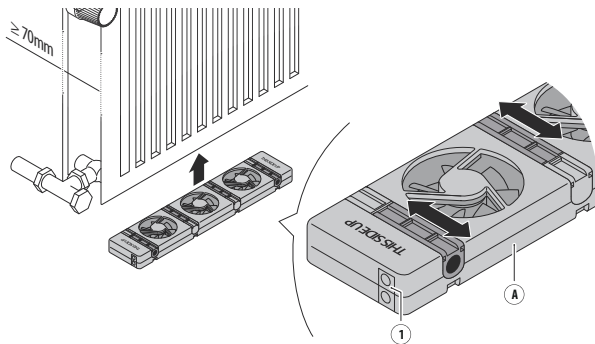

Abb. 1 - Position des SpeedComfort (A).
1. Stellen Sie sicher, dass der **SpeedComfort** (A) nach oben weist und dass die **Anschlussbuchsen** (1) in Richtung der Steckdose weisen (siehe Abb. 1).